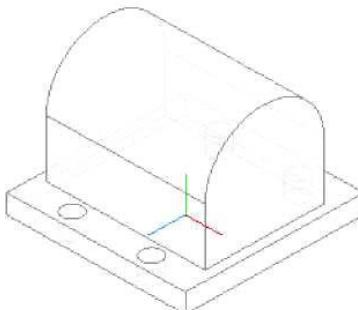

Рис. 7.27
4. Применяем к полученному эскизу команду Приkleить выдавливанием. Направление выдавливания - Средняя плоскость, Расстояние - 80 (рис. 7.27).